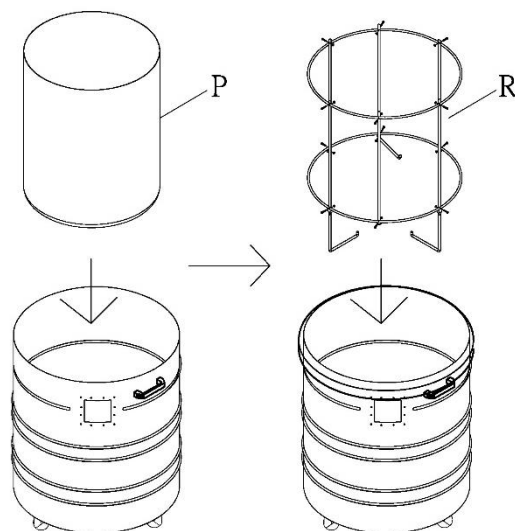

Figure 14
19. Placez le sac de collecte du tambour (P) dans le cylindre avec son bord supérieur enroulé autour du bord supérieur du cylindre. Placez le cadre du sac (R) dans le sac et appuyez en permanence vers le bas. Voir la Figure 14.